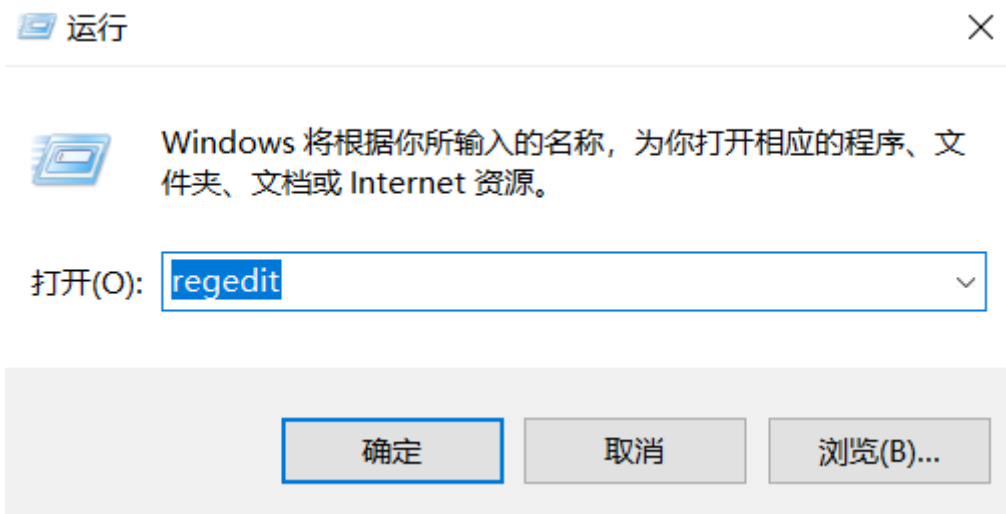

图 4
2.在打开一栏输入“regedit”，点【确认】打开，如图 4。